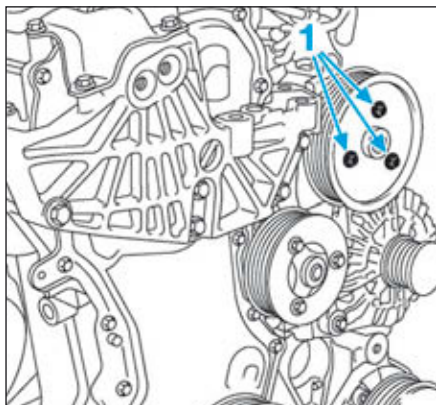

FIG.117
- Déposer les trois vis (1) (Fig.117) de la poulie de la pompe de direction assistée.